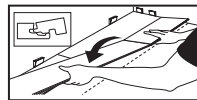

Figura 9
3. Empuje la tabla cuidadosamente hacia abajo hasta que la lengüeta y la ranura queden enclavadas. (Figura 9)